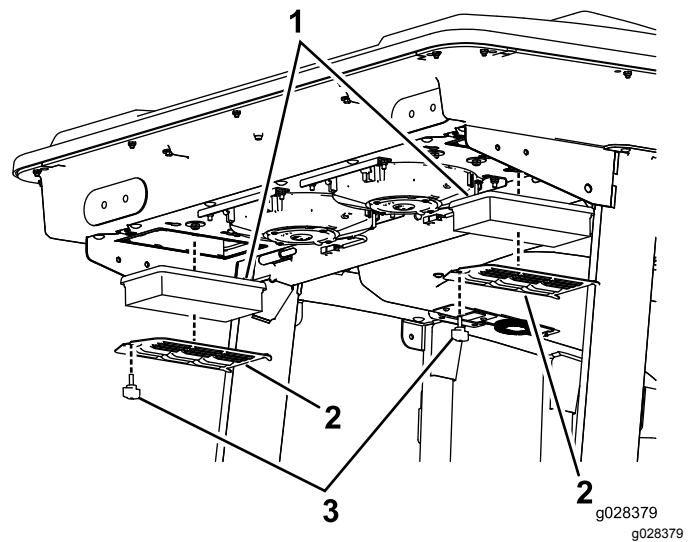

**Bild 117**
1. Nehmen Sie die Schrauben und Gitter von den internen und hinteren Kabinenluftfiltern ab (Bild 117 und Bild 118).